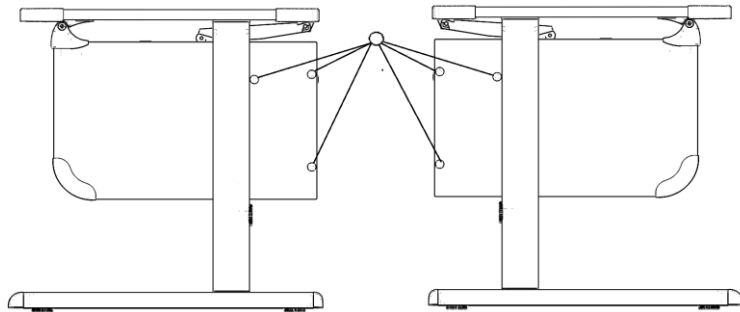

Рис. 19
5.7.1. Установить СУТ.11.006. Заглушки конфирмат (поз.4, пакет № 133) согласно рис. 19 и 19а.
Рис. 19а